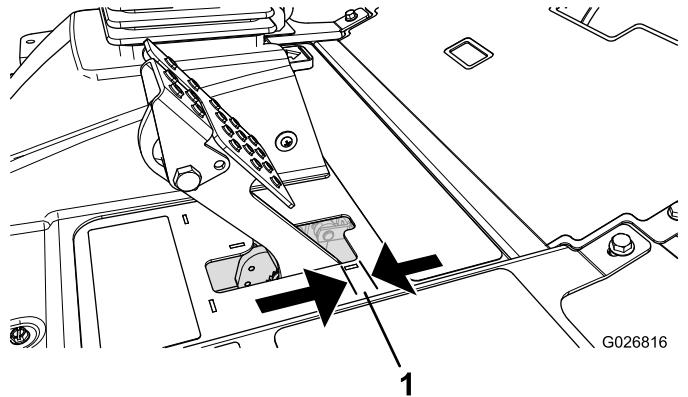

Figura 53
Regolate i freni se il pedale ha un “gioco” superiore a 2,5 cm (Figura 53), o quando è necessaria maggiore forza di tenuta. Per gioco s'intende la distanza che il pedale percorre prima che si avverta la resistenza della frenata.
2. Serrate il dado posteriore per spostare indietro il cavo, finché i pedali del freno non hanno un gioco compreso tra 6,3 e 12,7 mm (Figura 53), prima che la ruota si blocchi.